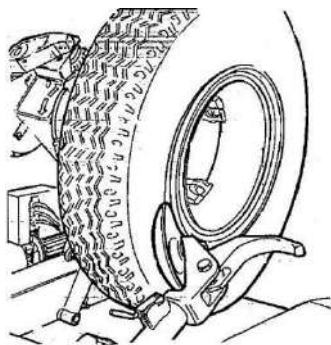

Рисунок 32
- 9) Наденьте разъемное кольцо на обод, а затем установите стопорное кольцо с помощью диска, как показано на Рисунок 32.
- 9) Установите стопорное кольцо на обод с помощью ДИСКА, как показано на Рисунок 32.